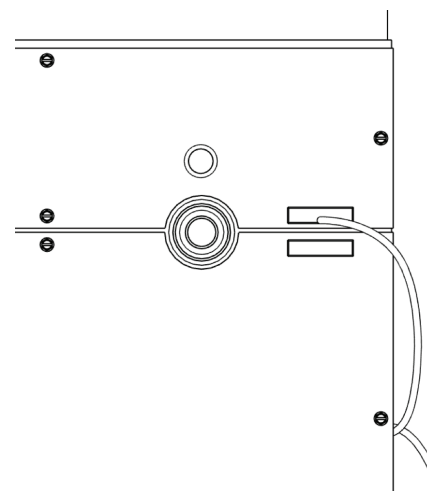

Fig. 11. Emplacement de l'interrupteur magnétique.
- Branchez l'interrupteur magnétique. Voir la figure 11.